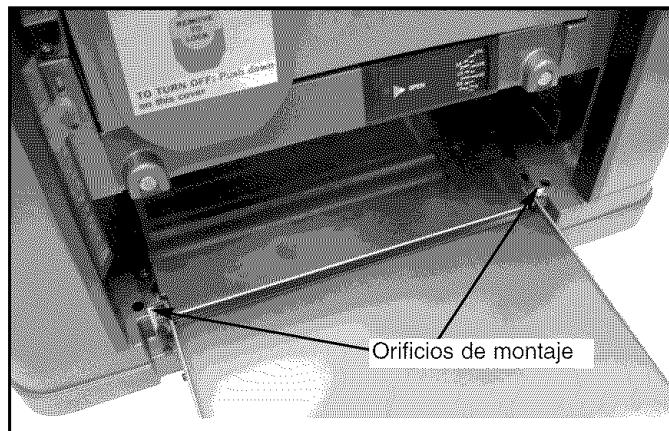

Figura 6 – Orificios de Montaje de la Cepilladora (Frente)
Consulte la Figura 6.
- La base de la cepilladora incluye cuatro orificios de montaje, dos en la parte frontal (según se muestra en la Figura 6) y dos en la parte posterior.